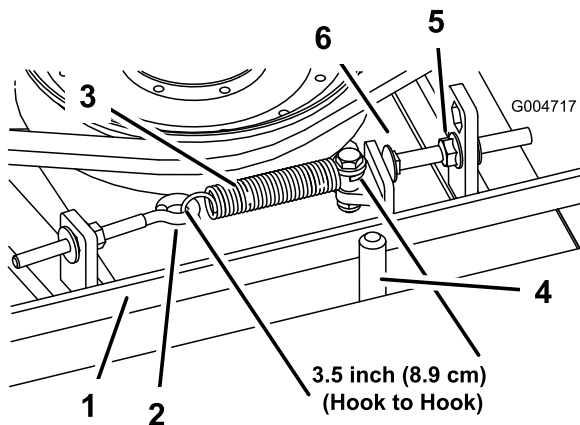

Bild 64
Wenn der Treibriemen richtig gespannt ist, sollte die Messung an der Verlängerungsfeder (Haken zu Haken) innen ungefähr $8,9 \text{ cm} \pm 6 \text{ mm}$ betragen. Wenn die Federspannung richtig ist, stellen Sie die Anschlagsschraube (Schlossschraube) ein, bis der Abstand zwischen dem Schraubenkopf und dem Spannung ungefähr $3 + 1,5/0,0 \text{ mm}$ beträgt (Bild 64).
Hinweis: Achten Sie darauf, dass der Riemen auf der Federseite der Riemenführung positioniert ist (Bild 64).
- Lösen Sie den Augenbolzen, um die Verlängerungsfeder abzunehmen (Bild 64).
- Lösen Sie die Bundmutter, mit der die Anschlagsschraube an der Befestigungslasche befestigt ist. Schieben Sie die Mutter so weit zurück, dass der Spannarm an der Anschlagsschraube vorbeigeführt werden kann (Bild 64). Bewegen Sie
- Setzen Sie die Verlängerungsfeder (Bild 64) wieder in den Augenbolzen ein und spannen Sie den Riemen wie folgt: